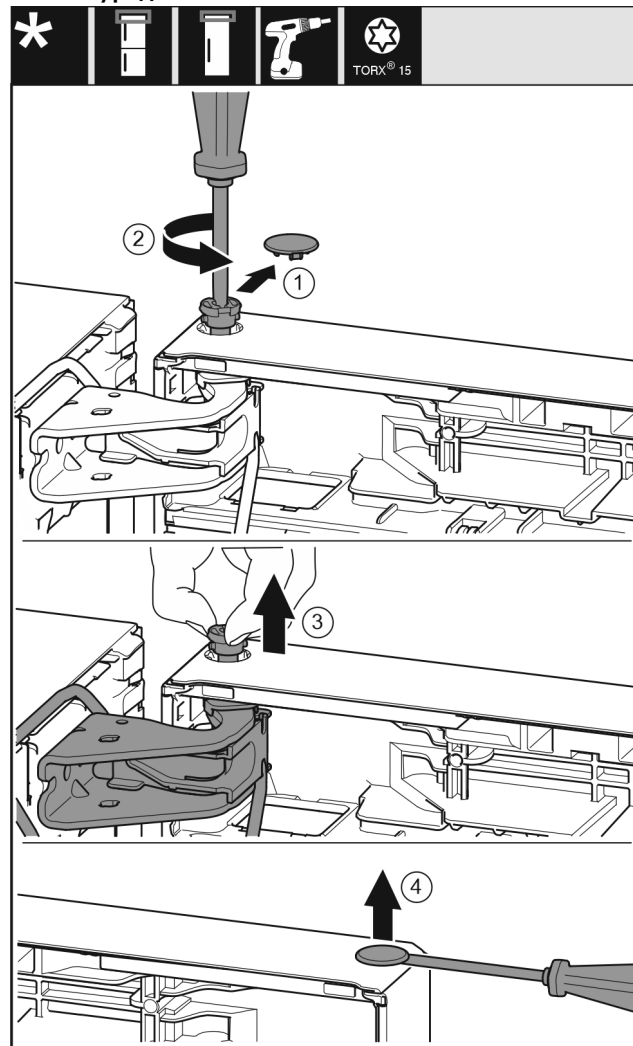

Fig. 22
- ▶ Свалете внимателно предпазния капак. Fig. 22 (1)
- ▶ С отвертка T15 отвийте малко болта. Fig. 22 (2)
- ▶ Задръжте здраво вратата и извадете болта с пръсти. Fig. 22 (3)
- ▶ С плоска отвертка внимателно повдигнете тапата от лагерната втулка на вратата и я извадете. Fig. 22 (4)